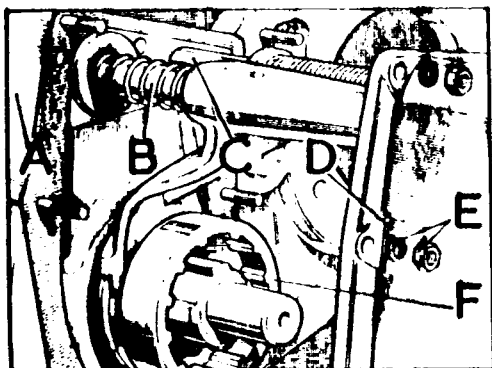

Fig. C-50 Elementos de fijación de la caja del eje de salida
- 1.4. Desmontar la caja, D (Fig. C-50), delantera, separándola de la reductora, A, teniendo cuidado de recoger la garra de enclavamiento para tracción total.